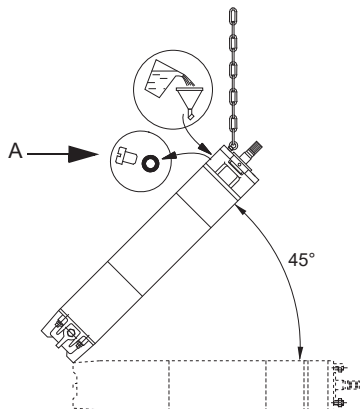

Рис. 7 Положение электродвигателя при заполнении – MMS
1. Установите электродвигатель под углом 45° так, чтобы верхняя часть двигателя была направлена вверх. См. рис. Рис. 7.